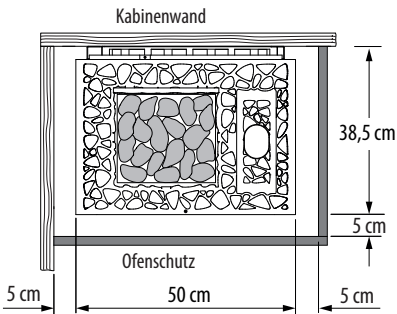

Abb. 2
- Bei der Montage des Saunaofens ist darauf zu achten, dass der Abstand zwischen Oberkante Ofen und Kabinendecke mind. **90 cm** und der horizontale (seitliche) Abstand zwischen Ofen und Kabinenwand mindestens **5 cm** beträgt (Abb. 2).